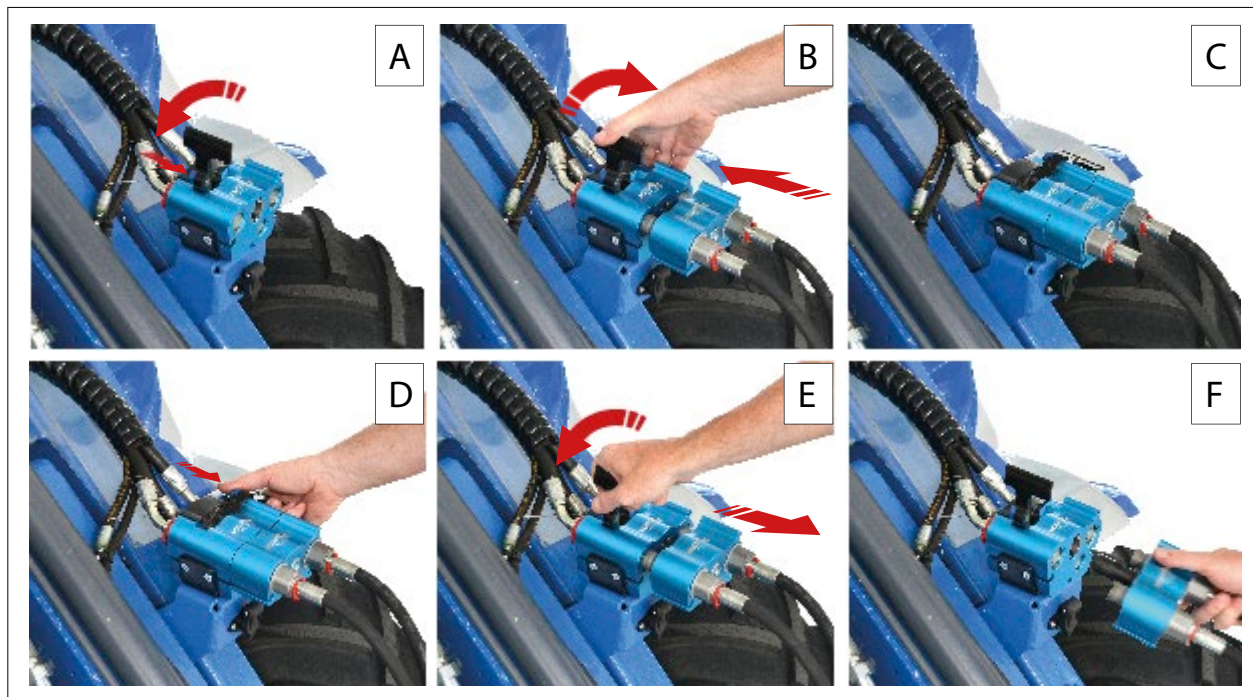

РИС. 34
Перед выполнением гидравлических соединений между машиной и навесным оборудованием (РИС. 34) необходимо сбросить остаточное давление в гидравлическом контуре машины. Для этого выполните следующие действия:
- 4) Потяните стопорную ручку (РИС. 34 – Сс. В) вниз, зафиксировав панель адаптера в разъеме (РИС. 34 – Сс. С).
- 1) Нажмите кнопку блокировки (РИС. 33 - Сс. 2) на ручке замка и поднимите ручку замка в открытое положение (РИС. 34 - Сс. D - E).
- 2) Отсоедините гидравлические шланги навесного оборудования от машины (РИС. 34 - Сс. F).